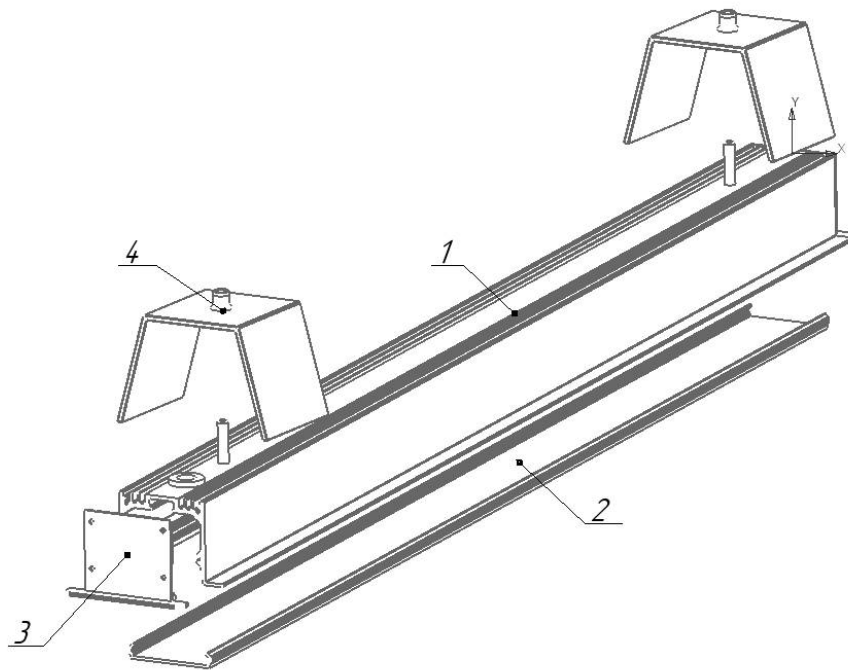

Рисунок 2 - Снятие крышки светильника ДВО18 EM3 DT
5.3.1. Снимите крышки со светильника, открутив саморезы. Затем снимите рассеиватель. Установите крышки обратно (см. рисунок 2).
5.3.2. Снимите скобы со светильника, открутив винты (см. рисунок 2).